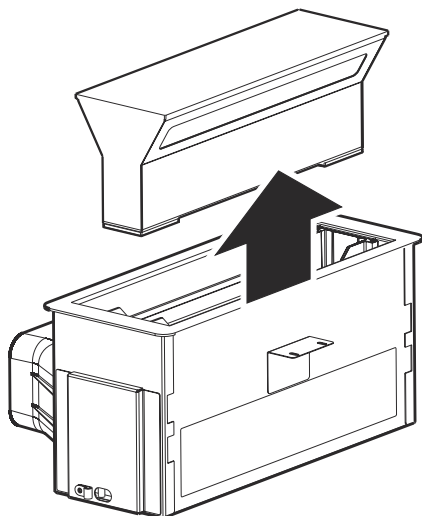

Fig. 3
1. ➤ ■ Tryk ned på den hvide etikette midt på glasset, hvorefter glasset og belysningen vil blive skubbet op. Fjern nu hele delen (Fig. 3).